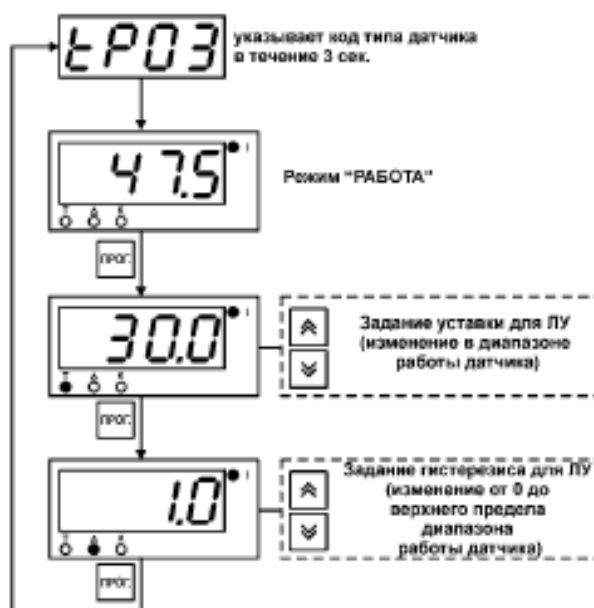

Рис.8
4.6.3.2 В приборе установлено два уровня программирования. На первом уровне осуществляется просмотр и изменение значений параметров регулирования: уставки  $T$  и гистерезиса  $\Delta$ . Вход на первый уровень программирования осуществляется кратковременным (около 1с) нажатием на кнопку ПРОГ. Последовательность работы с прибором на первом уровне программирования приведена на рис. 8.